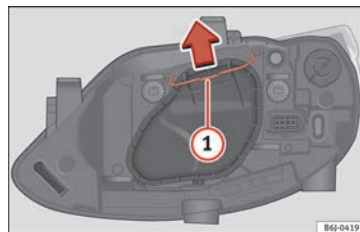

Fig. 176 Feu de croisement/route du phare simple.
- Déplacez le tirant » fig. 176 **1** dans le sens de la flèche puis retirez le cache.
- Déplacez le tirant » **fig. 176** ① dans le sens de la flèche puis retirez le cache.
- Retirez le support d'ampoules ④